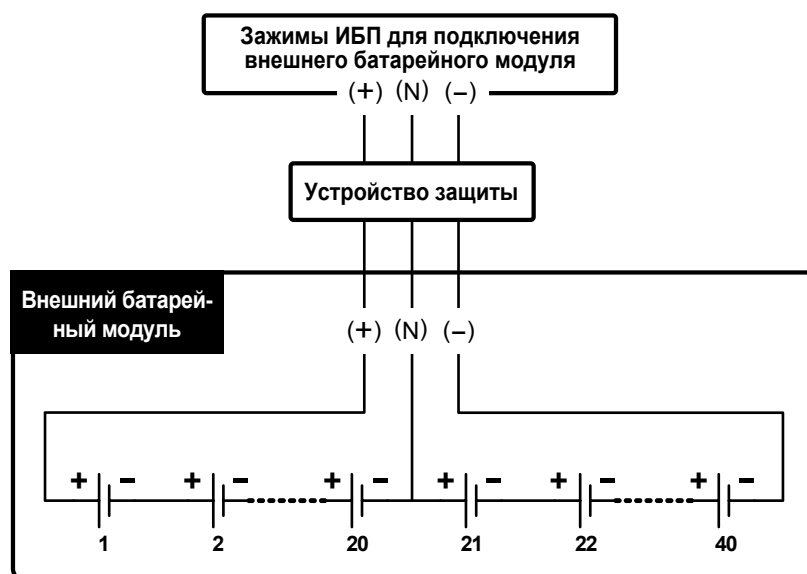

Рис. 6-17. Подключение внешнего батарейного модуля
- Внешний батарейный модуль по умолчанию имеет 40 аккумуляторов 12 В, включенных последовательно, причём нулевой провод модуля следует подключить между 20^м и 21^м аккумуляторами. При подключении внешнего батарейного модуля сторонних производителей следует подсоединить три кабеля к зажимам с маркировкой «+», «-» и «N» на ИБП. (см. **Рис. 6-17**).